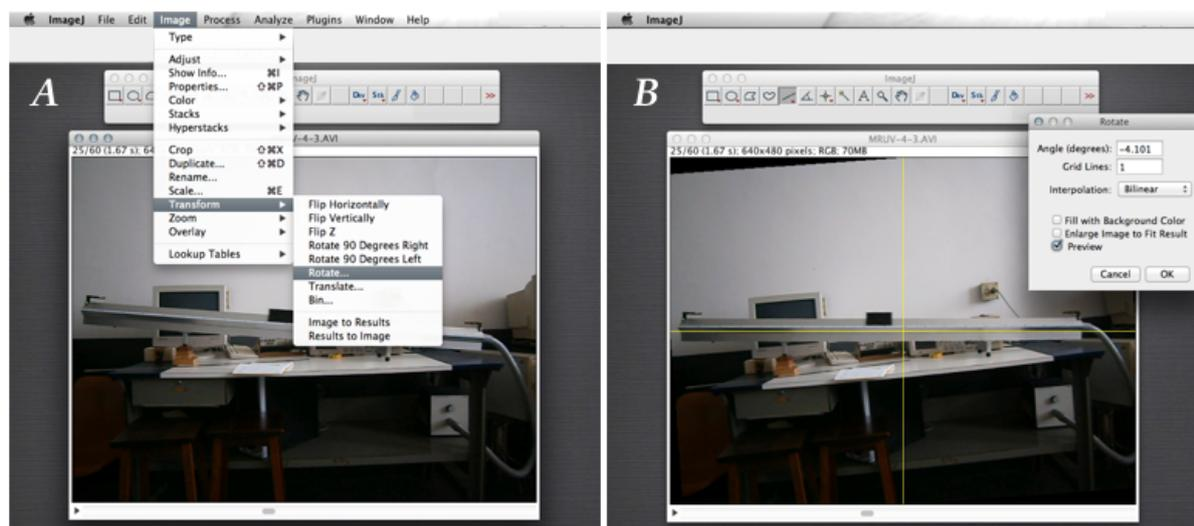

Figura E.9: ImageJ: rotação do filme por um determinado ângulo, ver texto
- (a) Escolha a opção “Imagem” do menu principal, logo “Transform” e finalmente “Rotate”, como mostrado na Figura E.9-A.
- (c) **Como a rotação é uma ação definitiva** e não pode ser refeita, utilizar sempre o “Preview” para poder ter certeza de que se está realizando a rotação desejada (ver Figura E.9-B) antes de dar o “OK” final.